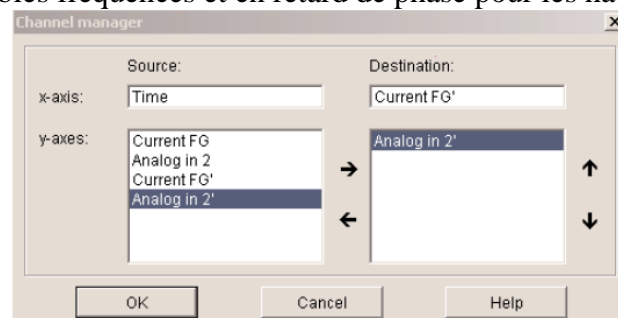
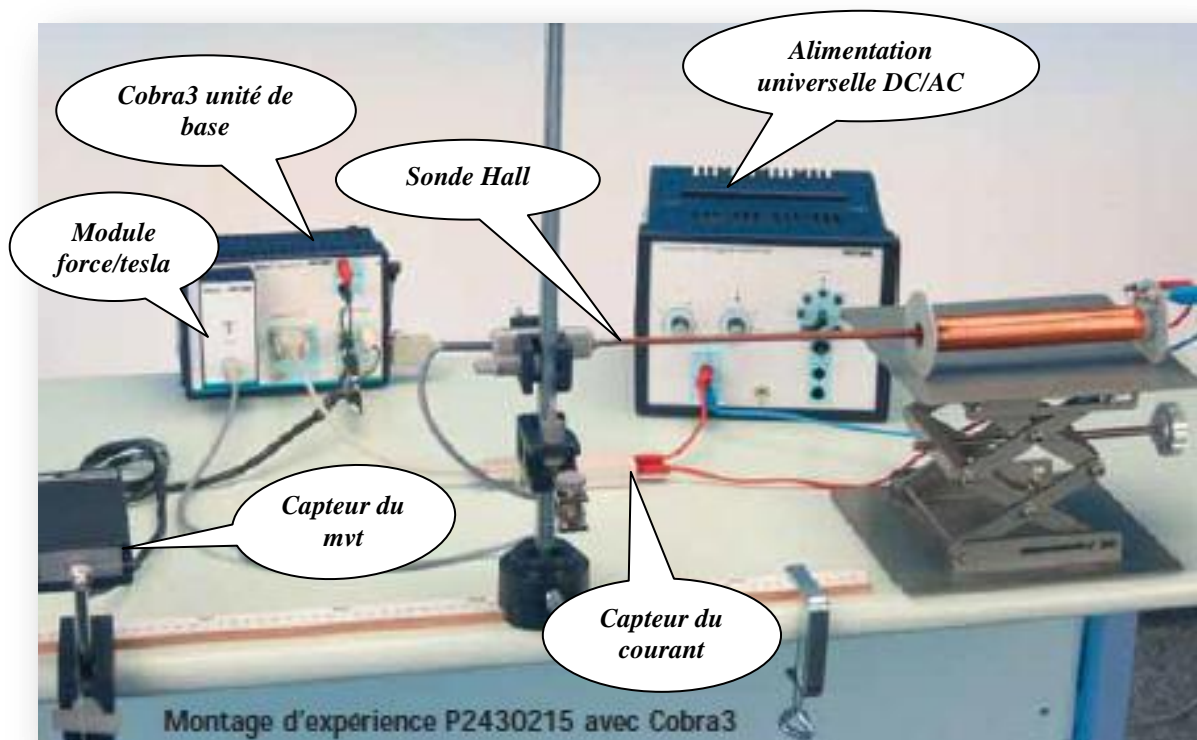

Figure 16 : Procédure pour tracer le courant en fonction de la tension
Figure. 1 : Montage expérimental pour mesurer un champ magnétique
- d. Utiliser la touche '**Manager canal de mesure**' dans le menu **Mesure** pour éliminer le temps entre le courant et la tension (Fig. 16). On obtient la courbe de Lissajous U_2 en fonction du courant I en cliquant sur la case '**Garder la mesure en mode relation**'. Déterminer le déphasage ϕ (Fig.1). Remplir le tableau suivant (Noter que I est en avance de phase pour les faibles fréquences et en retard de phase pour les hautes fréquences).
Connectez l'unité Cobra3 à votre ordinateur au port COM1, COM2 ou au port USB (pour le port USB de l'ordinateur, utilisez le convertisseur USB vers RS232 14602.10). Configurez l'expérience selon la *Fig. 1* et lancez le programme "*mesure*" sur votre ordinateur et *sélectionnez* «Appareil de» «Cobra3 force / tesla» :